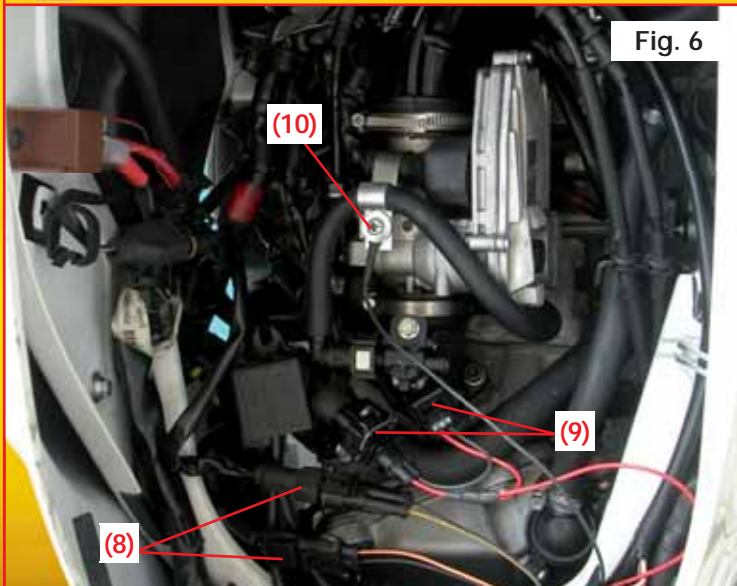

Fig. 6
- Individuare la sonda lambda (8) posizionata sulla marmitta, seguire il cablaggio fino al connettore.
- Individuare l'iniettore (9) e scollegarlo, interponendo il connettore proveniente dall' O2 controller (Fig. 6).
**Attenzione:** collegare l'occhiello di massa (10) sopra al corpo farfallato, onde evitare il cattivo funzionamento del sistema (Fig. 6).
- Locate the Lambda sensor (8) and follow its cable until you reach its connector.
- Disconnect the injector connector (9); insert, into the circuit, the O2 controller (Fig. 6).
**Attention:** screw the ground ring terminal (10) to the throttle body, hence avoiding any malfunctioning of the system (Fig. 6).
- Une fois la sonde lambda (8) trouvée sur l'échappement en suivre le câblage jusqu'au connecteur.
- Trouver l'injecteur (9) et le déconnecter; brancher le connecteur provenant de l' O2 controller (Fig. 6).
**Attention :** Connecter le fil de masse (10) sur le corp à papillon afin d'éviter un mauvais fonctionnement du système (Fig. 6).
- Die auf dem Auspuff positionierte Lambdasonde (8) wurde ermittelt, die Kabelverbindung bis zum Konnektor führen.
- Den Injektor (9) ermitteln und ihn durch Zwischenschaltung des vom O2-Regler (Abb. 6) ausgehenden Konnektors trennen.
**Achtung:** den Osenanschluss mit dem Drosselklappengehäuse (10) verbinden, um Fehlfunktionen des Systems vorzubeugen (Abb. 6).
- Tras identificar la sonda lambda (8) posicionada en el silenciador, siga el cableado hasta alcanzar el conector.
- Identifique el inyector (9) y desconéctelo introduciendo el conector procedente del O2 controller (Fig. 6).
**Atención:** conecte la anilla de masa encima del elemento de mariposa (10), para evitar el funcionamiento incorrecto del sistema (Fig. 6).